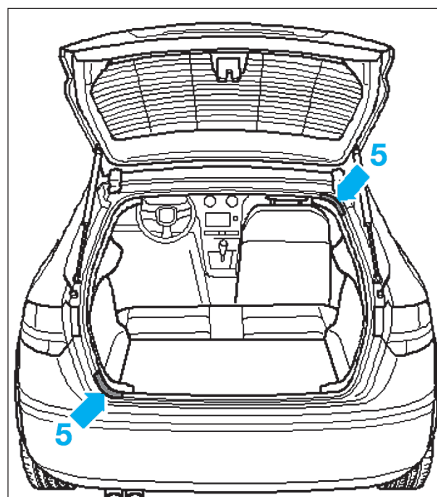

FIG. 90
- Décoller les arêtes de tôle au niveau des emplacements désignés (5) (Fig.90).